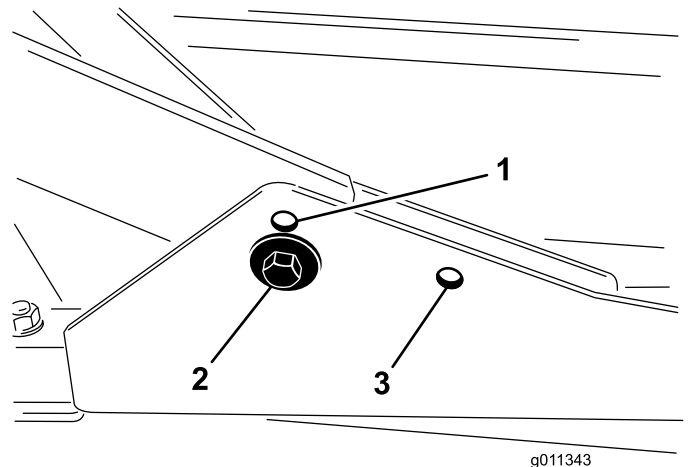

Figure 11
1. Pour une hauteur de coupe entre 2 et 7,6 cm (3/4 et 3 po), montez les bâtis porteurs avant dans les trous inférieurs avant (Figure 11).
2. Pour une hauteur de coupe entre 6,3 et 10 cm (2-1/2 et 4 po), montez les bâtis porteurs avant dans les trous supérieurs avant (Figure 11).
Quelle que soit la hauteur de coupe, le tablier de coupe arrière doit être monté dans les trous de montage arrière (Figure 11).